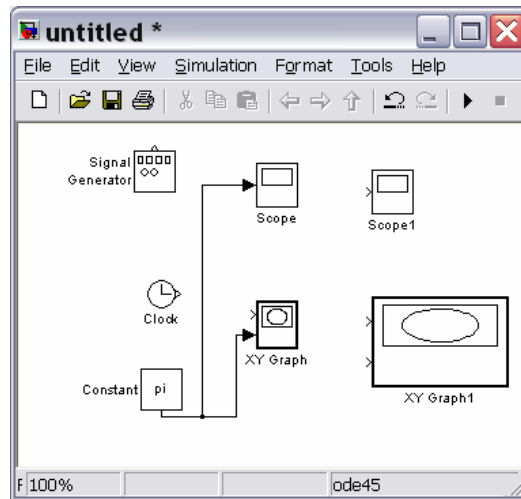

Рис. 3.65. Утворення розгалуження лінії
- провести лінію до вхідного порту потрібного блоку; відпустити клавішу <Ctrl> і ЛКМ (див. рис. 3.65).